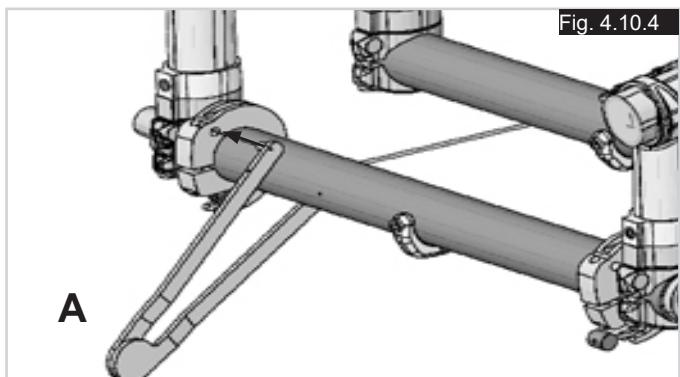

Fig. 4.10.4
- Sett stramningsverktøyet (A) inn i kabelmottakeren bak på rammen (Fig. 4.10.4).